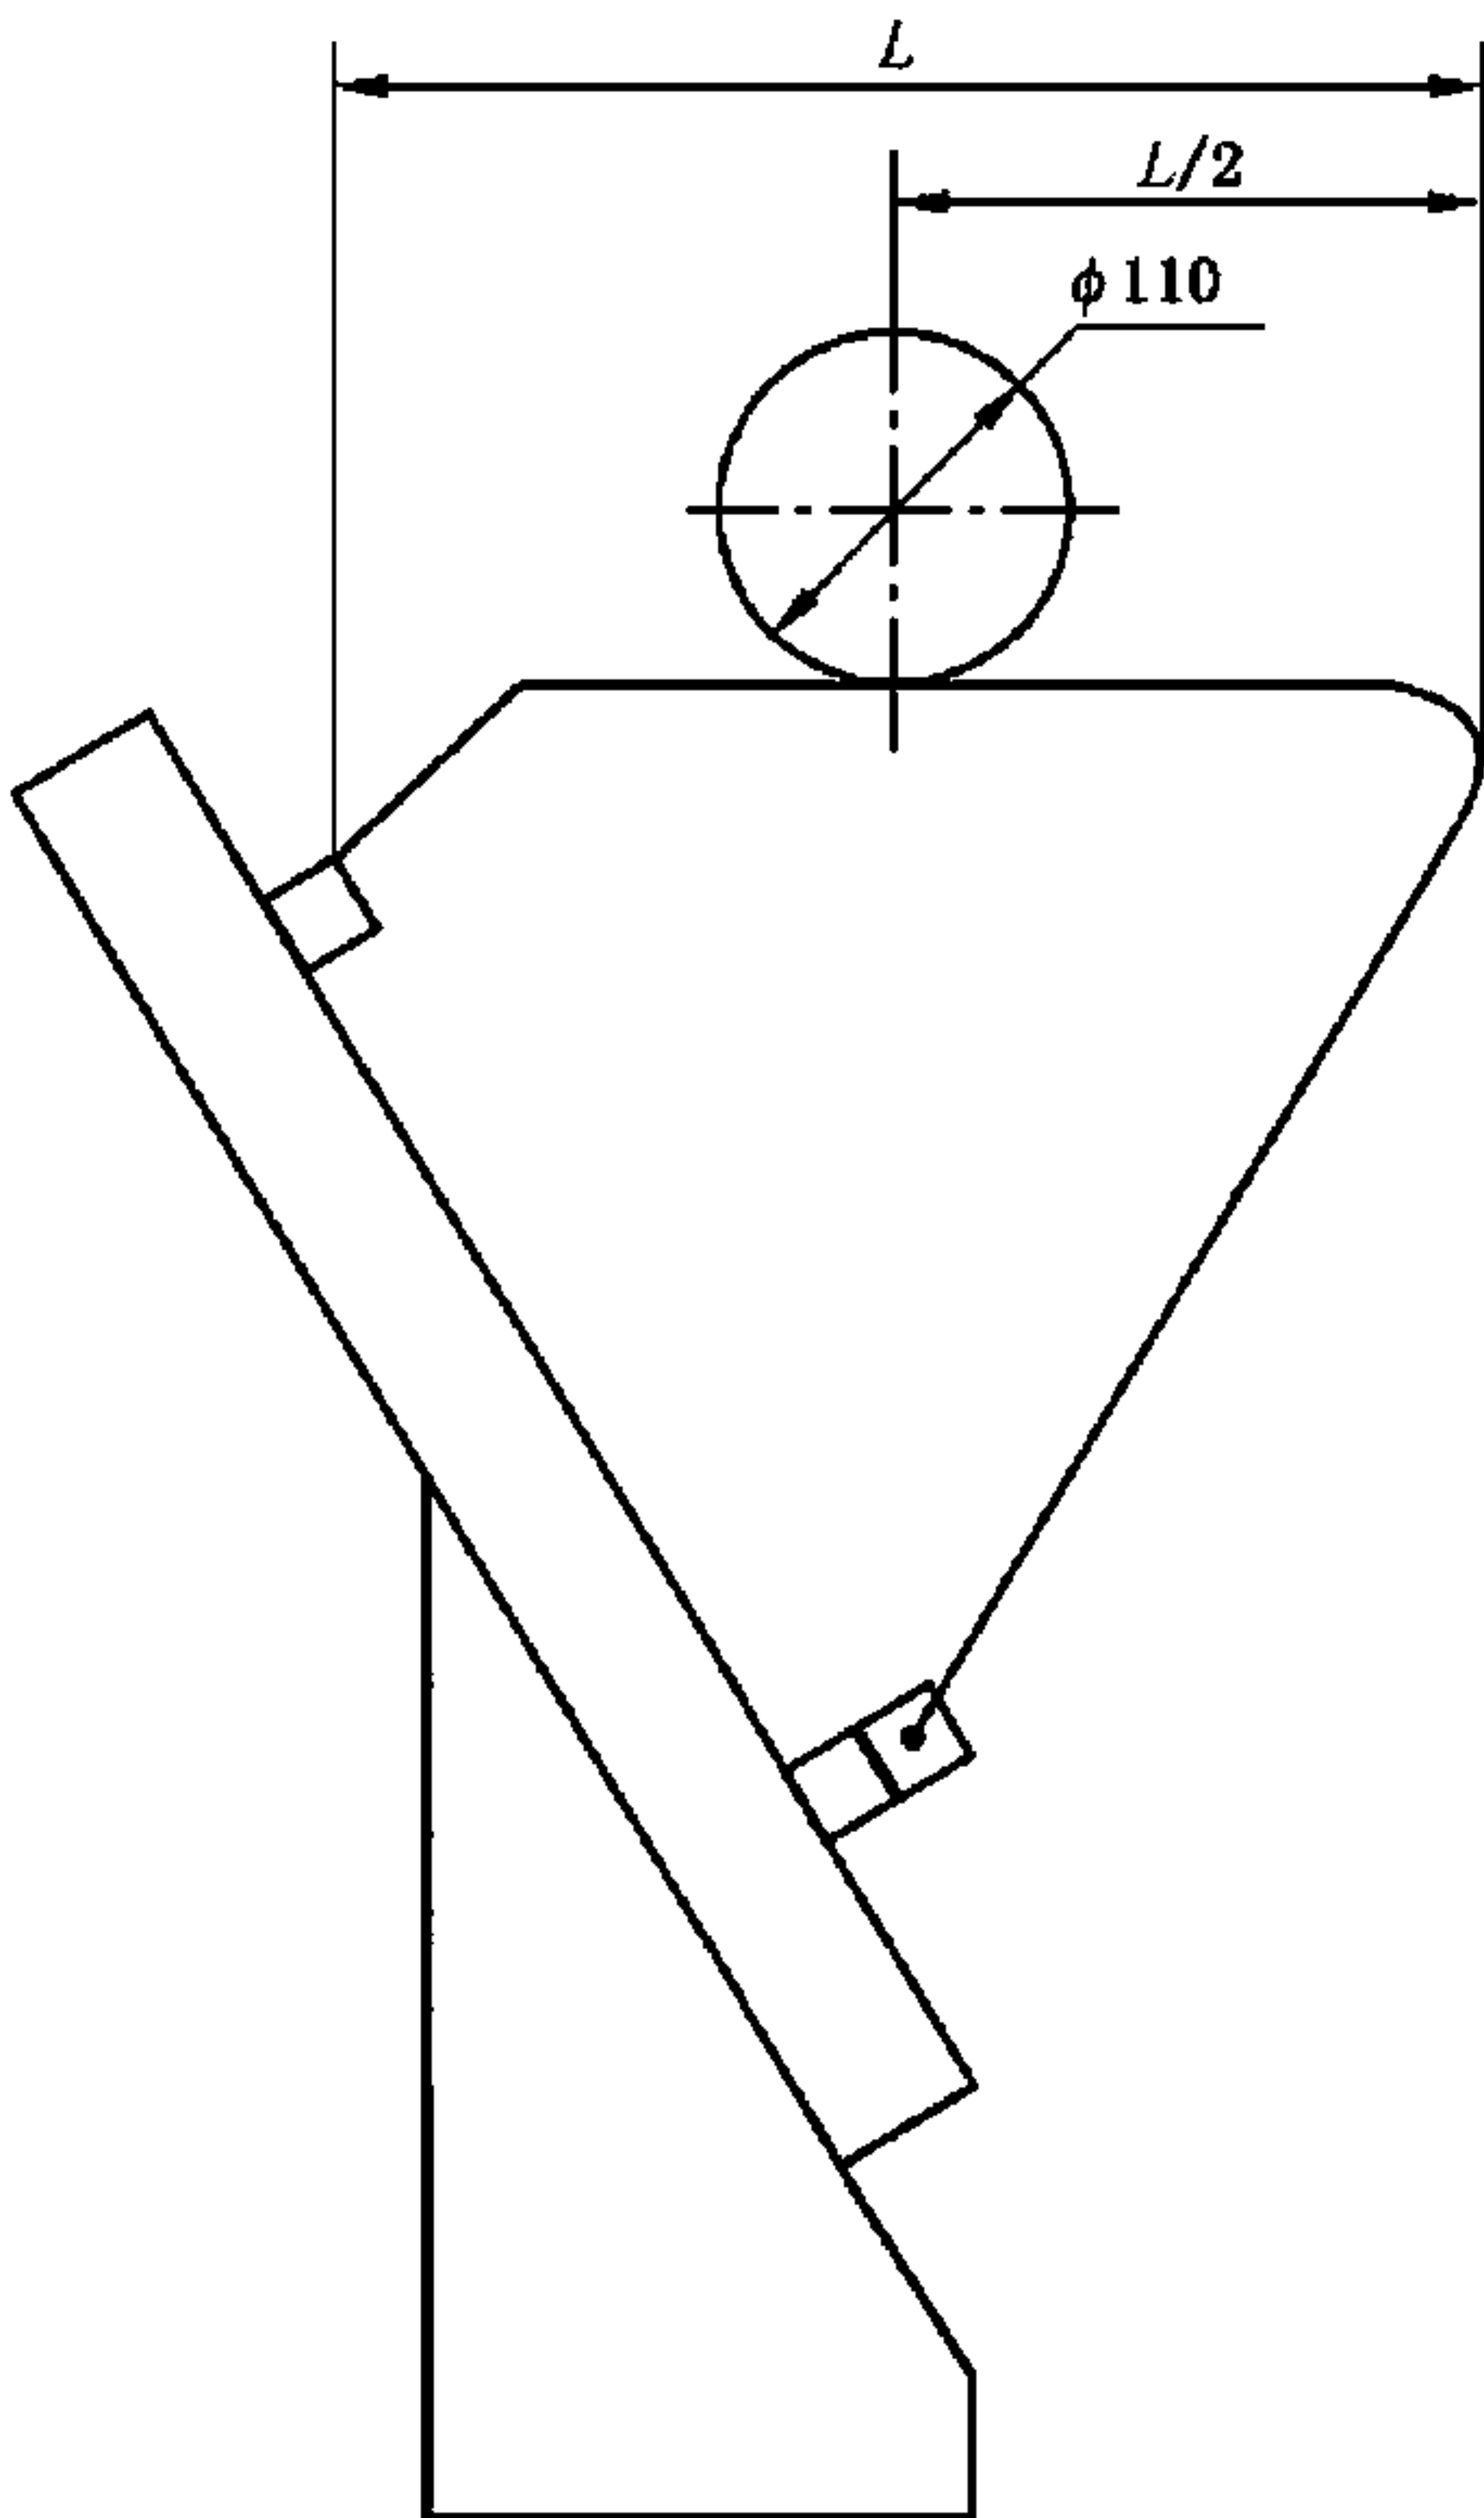

图 1 垂直静负荷试验
- b) 离衣架后端不小于 50 mm 处,选择能产生最大变形的位臵(见图 1)。